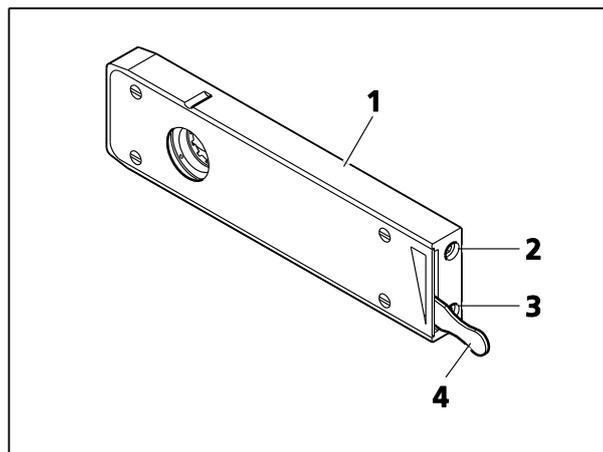

Fig. 68 Diaphragme iris, manuel
- Emplacement pour diaphragme iris (Fig. 68/1) en tant que diaphragme à ouverture / champ lumineux pour le réglage de l'illumination de KÖHLER
- Insérer le curseur du diaphragme iris (Fig. 68/1) en tant que diaphragme en champ lumineux dans l'emplacement F
- Le levier (Fig. 68/4) situé sur le curseur permet d'ouvrir et de fermer (position inférieure) le diaphragme iris
- Les deux vis de centrage (Fig. 68/2 et 3 ; à tête creuse SW 3) permettent de centrer la butée dans le trajet du faisceau